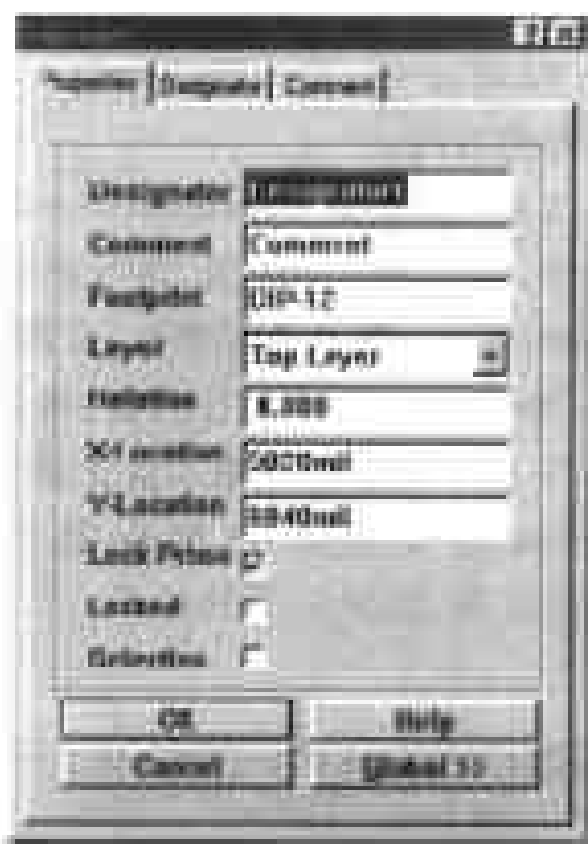

图 7-5 设置元件属性的对话框
(10) 在图纸中双击元件,弹出 Component 对话框,在弹出的对话框中单击 Properties 标签,在对话框中显示设置元件属性的选项,如图 7-5 所示。其中各个选项的功能如下: